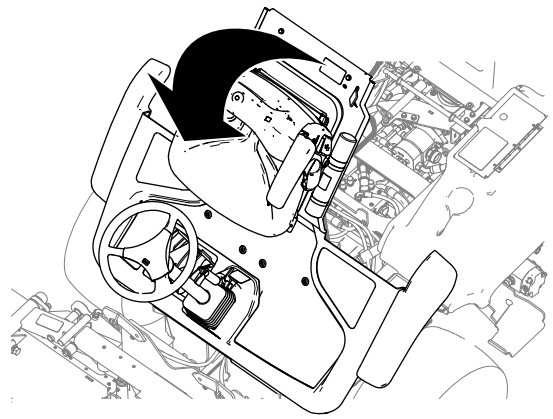

Bild 52
2. Klappen Sie die Plattform hoch (Bild 52).